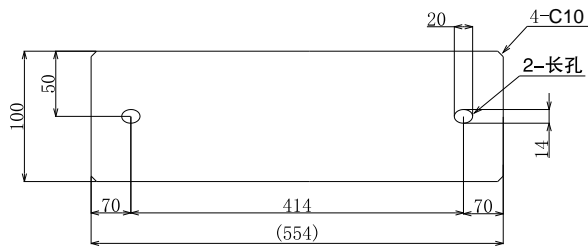

图4.6 框架和底座安装
(7) 室外机的整个底座要安装在基础上，当采用防震垫时，防震垫也要同样固定在基础上。当采用现场提供的框架安装室外机时，要使用金属板加宽固定底座，如图4.6所示。